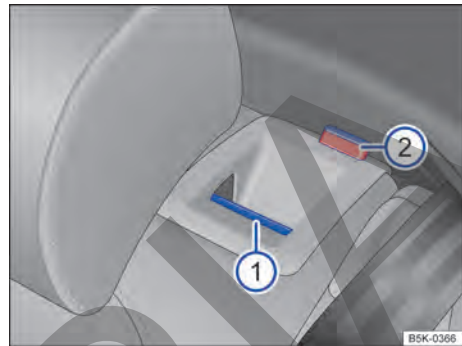

Fig. 63 En el respaldo del asiento trasero: tecla de desbloqueo.
- Tirar de la tecla de desbloqueo → fig. 63 ⓘ hacia adelante y, al mismo tiempo, rebatir el respaldo del asiento trasero hacia adelante.
- La parte de respaldo del asiento trasero estará desbloqueada cuando la marca roja → fig. 63 ⓘ sea visible.
- La marca roja → fig. 63 ⓘ ya no puede ser visible.